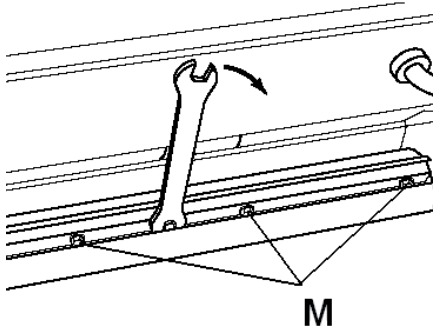

Рис. 6
- Строгайте заготовку по возможности вдоль волокон древесины (рис. 6).